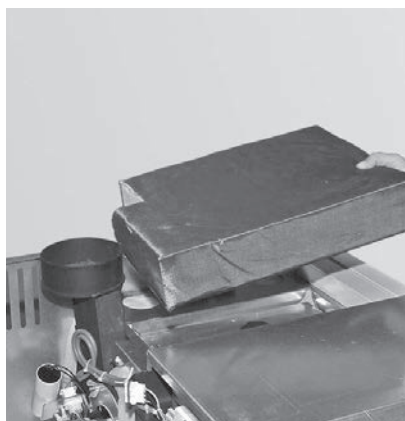

Fig. 20 Rimuovere l'isolamento
- ▶ Togliere l'isolamento dal coperchio delle superfici riscaldanti – Fig. 20.